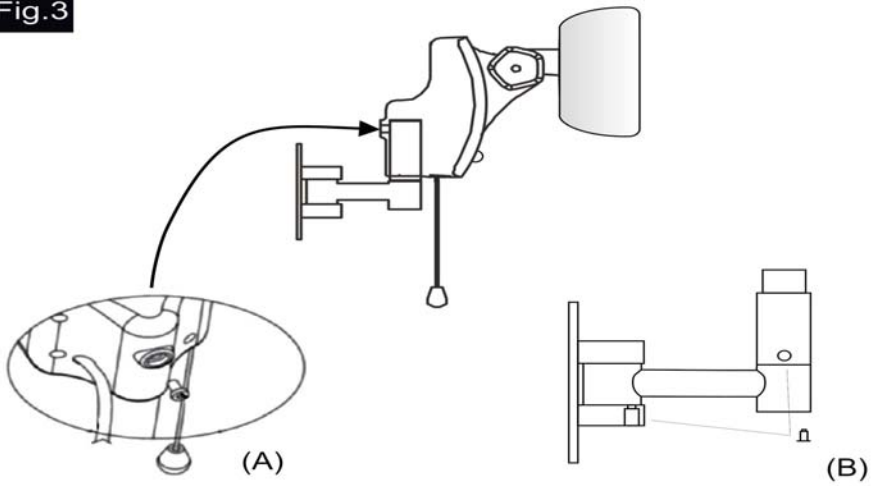

Fig.4
- 4.4. **AUTOMÁTICO:**  activando el sensor de presencia (**Fig. 5. 4**), éste controlará el funcionamiento del aparato automáticamente. En el momento que el sensor detecte un movimiento dentro de su área de influencia (**Fig. 4**) encenderá la/s lámpara/s.